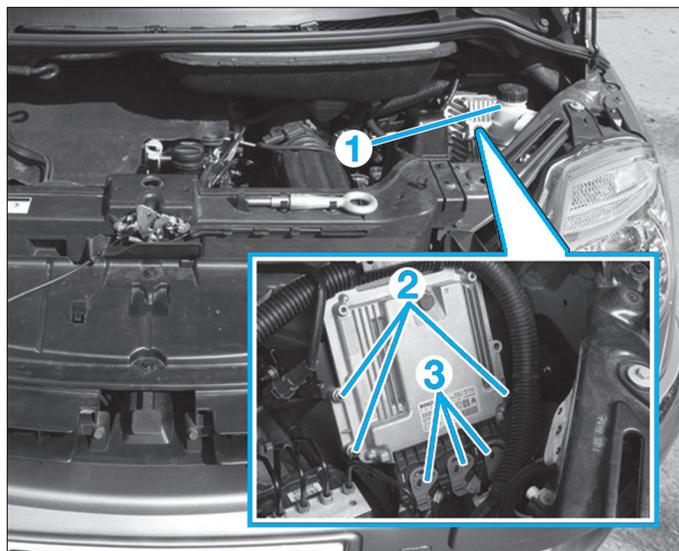

Fig. 22
- Sans ouvrir le circuit, mettre de côté le réservoir du liquide de direction assistée (1) (Fig.22).
- Déposer les trois écrous (2).
- Déverrouiller et débrancher les trois connecteurs (3) du calculateur.